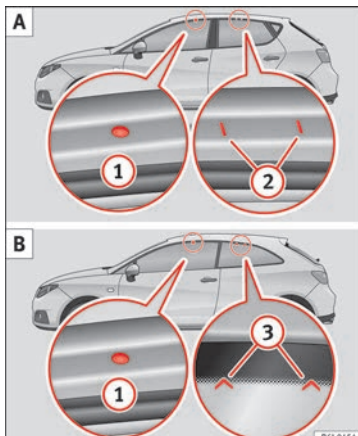

Fig. 123 Ibiza/Ibiza SC: puntos de fijación de las barras longitudinales para el portaequipajes del techo.
Los puntos de fijación delanteros y traseros ① y ② sólo pueden verse con las puertas abiertas » **fig. 123 A.**
Los puntos de fijación delanteros ❶ sólo se pueden ver con las puertas abiertas; los puntos de fijación traseros ❸ están marcados en el borde superior del cristal lateral con puntas de flecha » fig. 123 B.